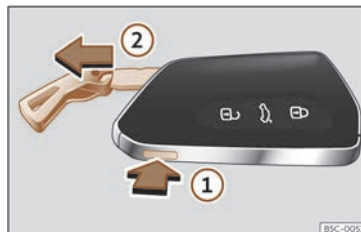

Fig. 73 Clé du véhicule : retirer le panneton.
- Appuyez sur le bouton»» fig. 73 ① pour faire sortir l'anneau comme un porte-clés et
- Appuyez sur le bouton » » fig. 73 ① pour déverrouiller. Maintenez le bouton ① enfoncé tout en tirant sur l'anneau dans le sens de la flèche » » fig. 73 ② pour retirer complètement le panneton.